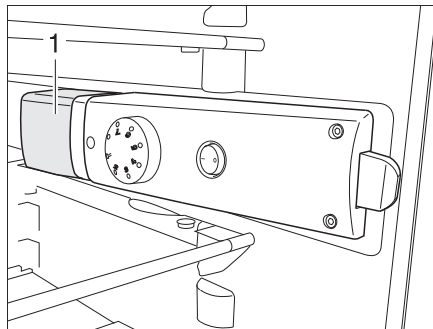

Fig. 315 Lámpara de frigorífico
- Agarrar atrás abajo la tapa de la lámpara (Fig. 315,1) y levantarla aprox. 3 mm.